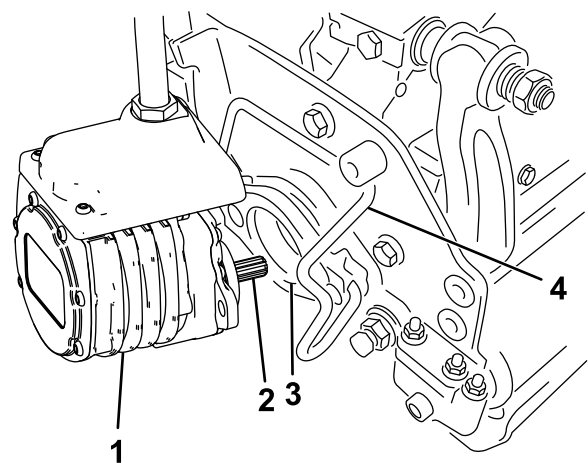

Bild 60
6. Schmieren Sie die Keilwelle des Schneideinheitmotors mit sauberem Fett ein (**Bild 60**).
7. Setzen Sie den Motor in die linke Seite der Schneideinheit (aus Sicht der Bedienerstellung) und ziehen die Motorbefestigungsstange an der Schneideinheit zum Motor, bis Sie einen deutlichen Klick von beiden Seiten des Motors hören (**Bild 60**).